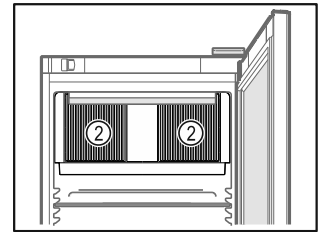

Fig. 61
- Mantenere libere le fessure di ventilazione Fig. 61 (2) della ventola di ricircolo nel vano interno.